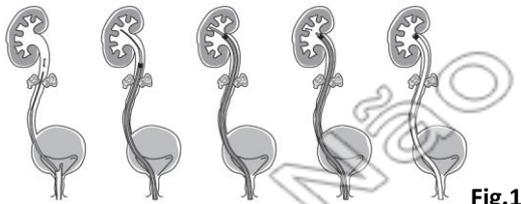

Fig.1
NOTA: o Resonance® pode ser utilizado com uma técnica de colocação anterógrada ou retrógrada. As figuras mostradas (Figs. 1 e 2) são para colocação retrógrada.
- II. Passe o cateter introdutor (bainha e empurrador), sobre um fio guia previamente colocado, até a posição adequada sob orientação fluoroscópica ou visualização direta (Fig. 1). Os cistoscópios rígidos com um tamanho de camisa igual ou maior de 21 Fr permitem a inserção de um cateter de introdução e bainha.